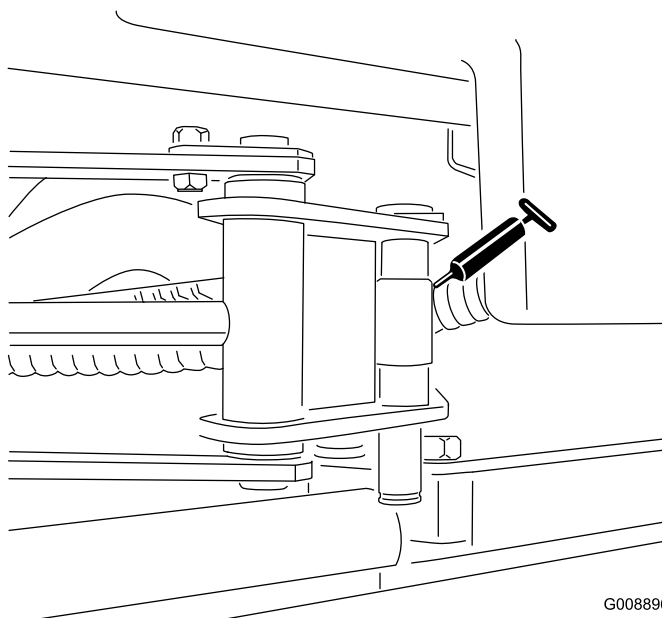

Figure 61
- Extrémités du vérin du Sidewinder (2 graisseurs; modèle 03171 seulement) (Figure 61)